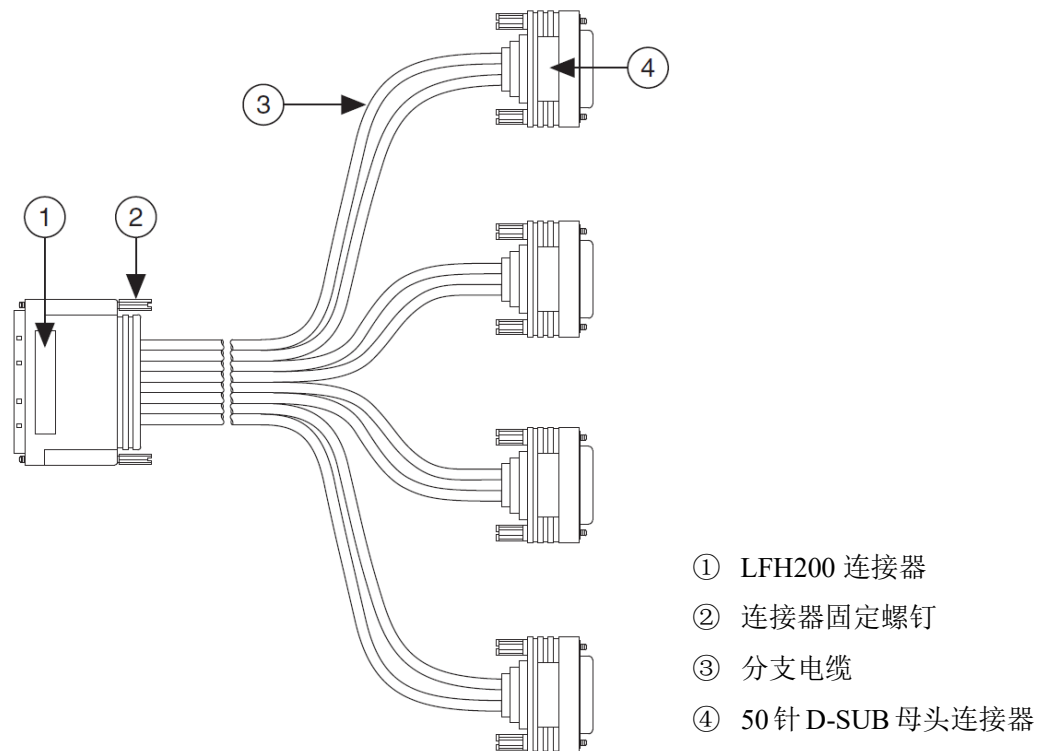

图 1, LFH200 转 4 x DB50--C 专用线缆示意图
- LFH200 转 4 x DB50--C 专用线缆（图 1）